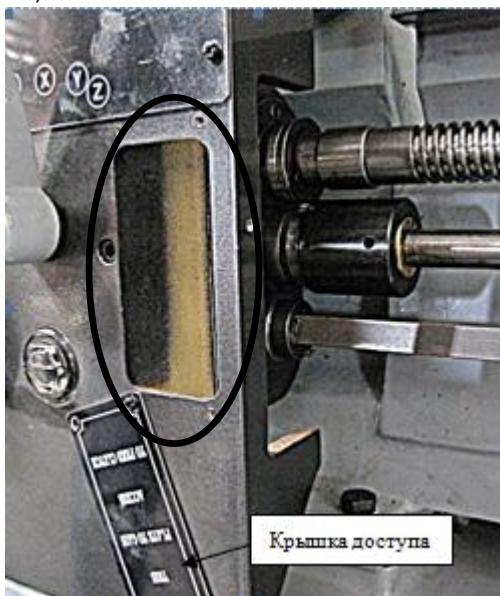

Рис. 94. Снятые крышки.
2. Снимите переднюю и боковую крышки (Рис. 94).